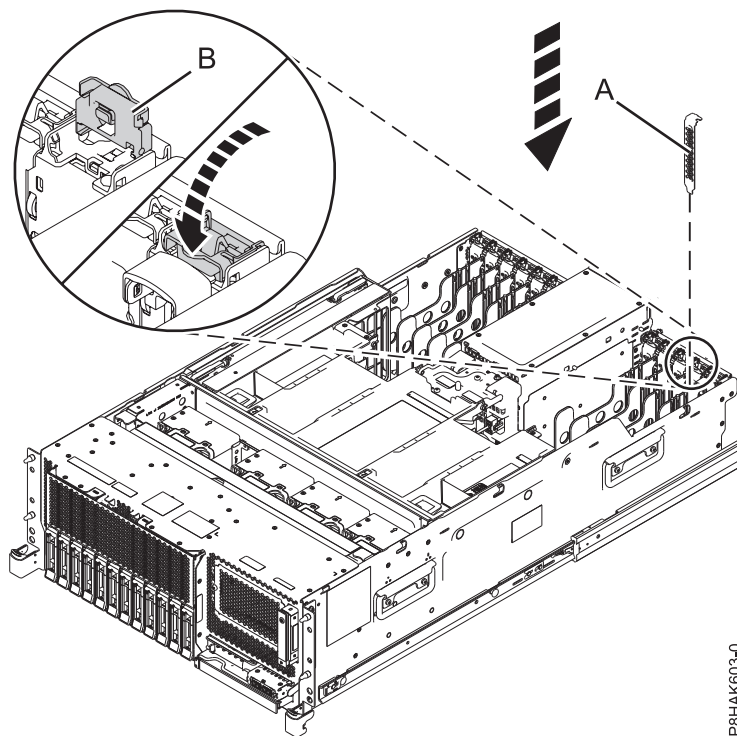
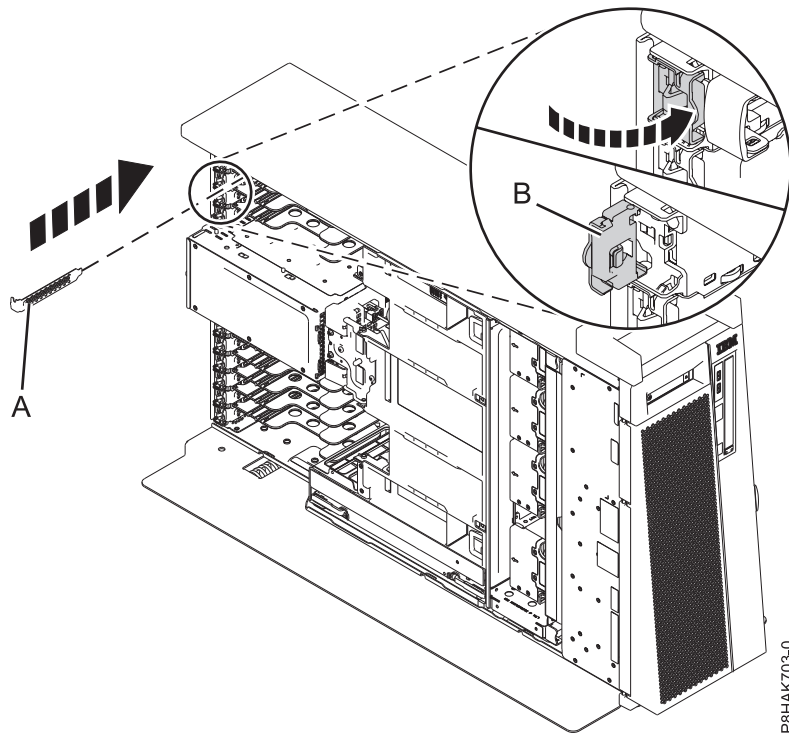

Abbildung 72. Platzhalterelement in einem PCIe-Adaptersteckplatz in einem Einschubsystem installieren
Abbildung 73. Platzhalterelement in einem PCIe-Adaptersteckplatz in einem eigenständiges System vom Typ 8286-41A installieren
- a. Fassen Sie das Platzhalterelement vorsichtig am Haltesteg und richten Sie das Platzhalterelement am Steckplatz und am zugehörigen Stecker an der Systemrückwandplatine aus, wie in Abb. 72 und Abb. 73 auf Seite 83 dargestellt.